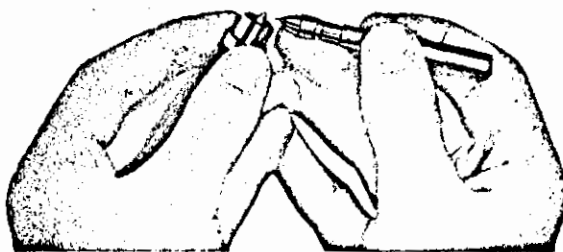

Fig. 13 – Limpiando el orificio de la boquilla de rociado
- c. Límpiense los agujeros de rociado, Fig. 13.